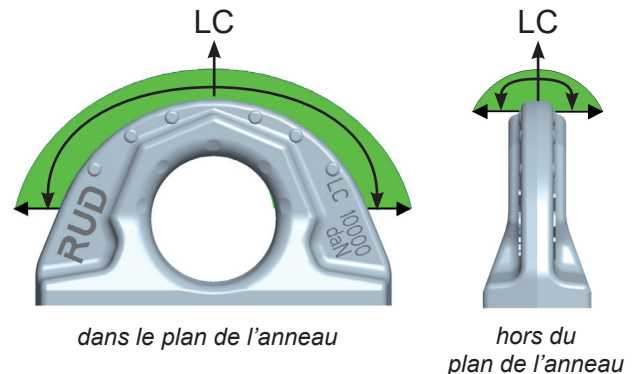

Fig. 1 : Sens de traction admissibles
- Fixez les anneaux d'arrimage L-ABA dans le sens de la traction (voir Fig. 1 Sens de traction admissibles).